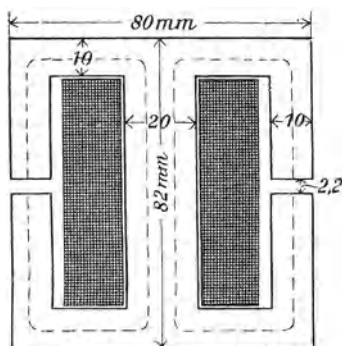

Abb. 138.
spule, deren Abmessungen aus der Abb. 138 zu entnehmen sind. (Die Dimension \perp zur Papierebene beträgt 2 cm.) Auf der Spule befinden sich 400 [320] (160) Windungen mit einem Echtwiderstande von 1,285 [1] (0,86) Ω . Gesucht wird:
Wir berechnen den Eisenquerschnitt $Q_e = 2 \cdot 0,85 \cdot 2 = 3,4 \text{ cm}^2$ (für [] und () ist anstatt 0,85 der Wert 0,9 zu setzen), somit $\mathfrak{B}_e = \frac{28300}{3,4} = 8300$, hierzu nach Tafel I $\xi_e = 2,6$. Die Länge der Kraftlinie im Eisen (punktierter Linie in Abb. 138 ist $l_e \approx (30 + 72) 2 = 204 \text{ mm}$, d. i. 20,4 cm. Für den Luftquerschnitt ist
267. Es seien 3 Lampen von je 25 V und 2 A hintereinandergeschaltet, und zu jeder parallel die durch Abb. 138 gekennzeichnete Drosselspule. Wie groß wird, bei konstant gehaltener Stromstärke, die Spannung der Maschine, wenn eine der Lampen erlischt und der Spannungsverlust in der Leitung unberücksichtigt bleibt?